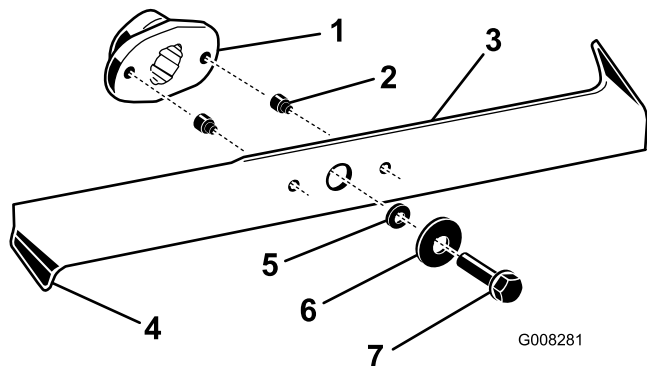

Figure 35
2. Examinez le tranchant des lames (Figure 35). Si elles ne sont pas tranchantes ou si présentent des indentations, déposez et affûtez les lames (voir Aiguisage des lames).
4. Si les goupilles de cisaillement sont cassées, remplacez-les immédiatement (Figure 35).
3. Enlevez les boulons, les rondelles et les lames (Figure 35). Pour enlever le boulon, bloquez éventuellement la lame en introduisant une cale en bois entre la lame et le carter de tondeuse.
3. Inspectez les lames, surtout les bords recourbés (Figure 35). Si vous remarquez que les lames sont
1. Montez les lames, les rondelles et les boulons de fixation (Figure 35).